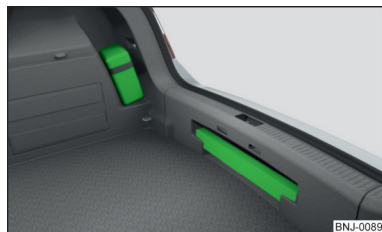
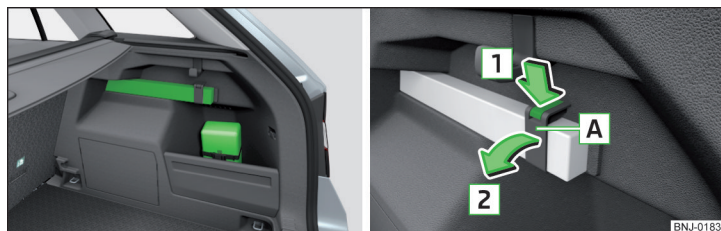

Bild 175
Bild 176 Placering av förbandslådan och varningstriangeln variant 2/lossa fästband
Förbandslådan kan fästas med hjälp av ett band på höger sida i bagagerummet » bild 175 resp. » bild 176.
Varningstriangeln kan skjutas in i panelen på bakväggen » bild 175.
Varningstriangeln kan sättas in i panelen på höger sida av bagagerummet och fästas med bandet » bild 176.
- Tryck in spärren på bandet i pilens riktning **1** » bild 176.